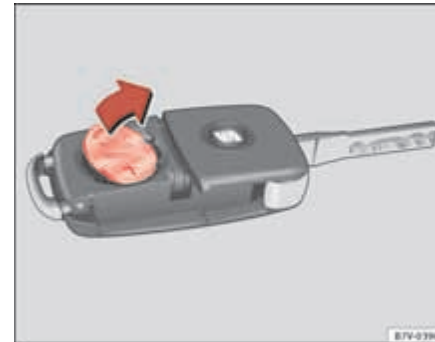

Abb. 44 Fahrzeugschlüssel: Batterie herausnehmen.
- Batterie mit einem geeigneten dünnen Gegenstand aus dem Batteriefach heraushebeln ⇒ **Abb. 44**.
- Neue Batterie wie gezeigt ansetzen ⇒ **Abb. 44** und entgegen der Pfeilrichtung in das Batteriefach drücken ⇒ ⚠.